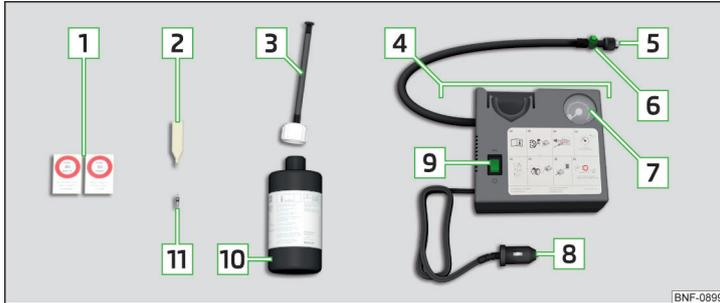

Abb. 325 Pannensetbeschreibung
- › Den Ventileinsatzdreher **2** » Abb. 325 auf Seite 298 auf den Ventileinsatz stecken, sodass der Ventileinsatz in den Schlitz des Ventileinsatzdrehers passt.
- › Den Reifenfüllschlauch **5** » Abb. 325 auf Seite 298 fest auf das Reifenventil schrauben.